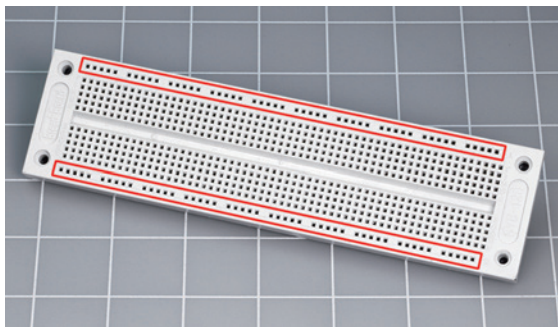

图 2-10 单总线面包板在两侧各有一长排小孔
**面包板选项 2：单总线面包板**，如图 2-10 所示。“总线”指一长排孔，在几排较短的有编号的孔旁边，照片中用红色圈出了轮廓。这就是你需要的面板。检查并确认一下你要购买的产品的照片。而且，要注意面包板上应该有 60 排小孔和 700 个连接点。如果你要自己购买，请在亚马逊或 eBay 上搜索：